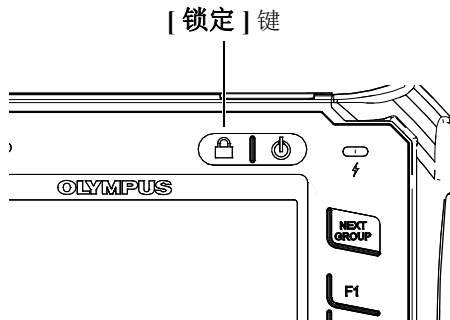

图 2-8 飞梭旋钮配置 — [锁定] 键
- 按下 [锁定] 键 (仅飞梭旋钮版本) 后, 所有参数的调整将会被自动锁定, 以防止用户意外触碰旋钮时造成参数更改 (参见第 38 页的图 2-8)。